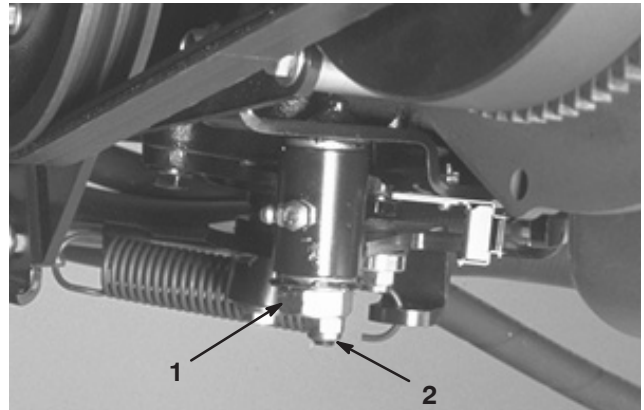

Bild 53
3. Lockern Sie die Sicherungsmutter an der Fahrtriebs-Einstellnocke (Bild 53).